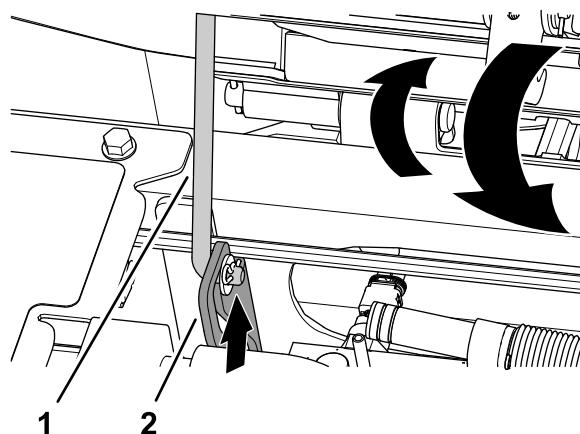

Figura 66
1. Rode ligeiramente o banco e levante a barra de apoio da ranhura de suporte do banco (Figura 66).